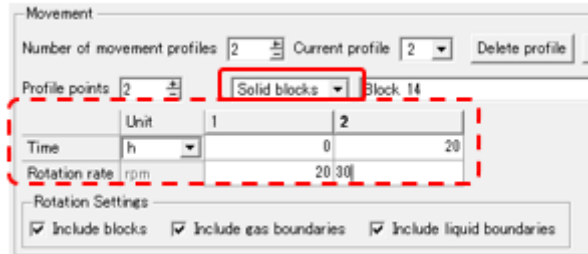

図 7. 非定常計算における任意ブロックの回転速度時間プロファイル設定画面
- 非定常計算における任意ブロックの回転速度時間プロファイルの考慮 (図7)